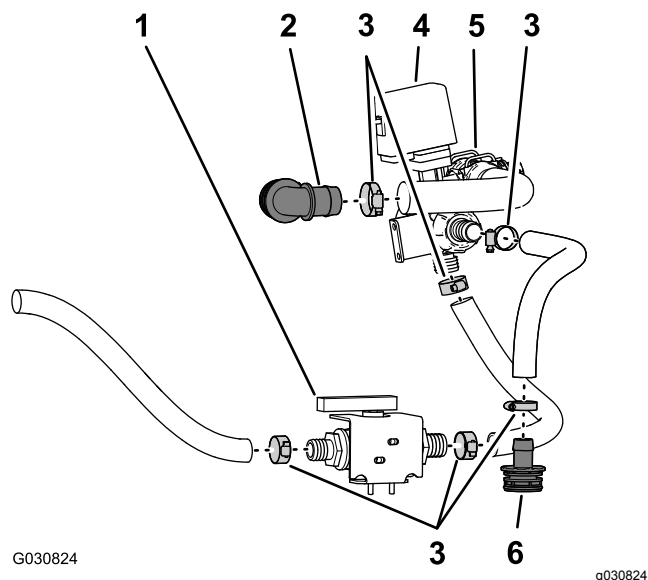

図 70
1. ボールバルブを攪拌バルブの底部に接続しているホースのクランプを外す 図 70。
2. ホースをボールバルブのもう一方の端に固定しているクランプを外す 図 70。
3. バイパスバルブからのホースにバーブ付き 90°フィッティングを固定しているクランプを外す 図 70。
4. バーブ付きストレートフィッティングと攪拌バルブをつないでいるホースのクランプを外す 図 70。